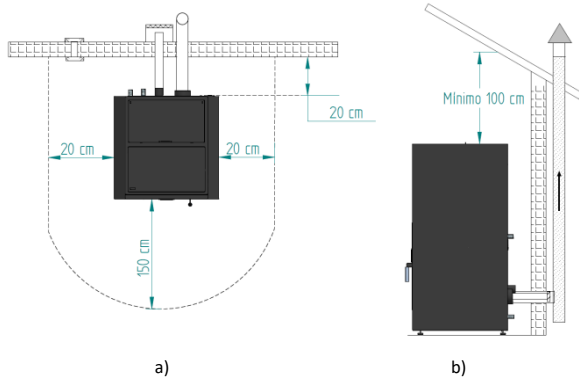

Figura 8 - Distancias mínimas de todas las superficies: a) vista superior de la instalación del equipo; b) vista lateral de la instalación del equipo
Las distancias mínimas de la compacta de *pellets* a las superficies que son especialmente inflamables están representadas en la (Figura 8).
- Según se indica en la Figura 8, la conducción de la extracción debe realizarse (o "el conducto de extracción debe colocarse de modo que") de modo que la limpieza y el mantenimiento estén asegurados mediante puntos de inspección.